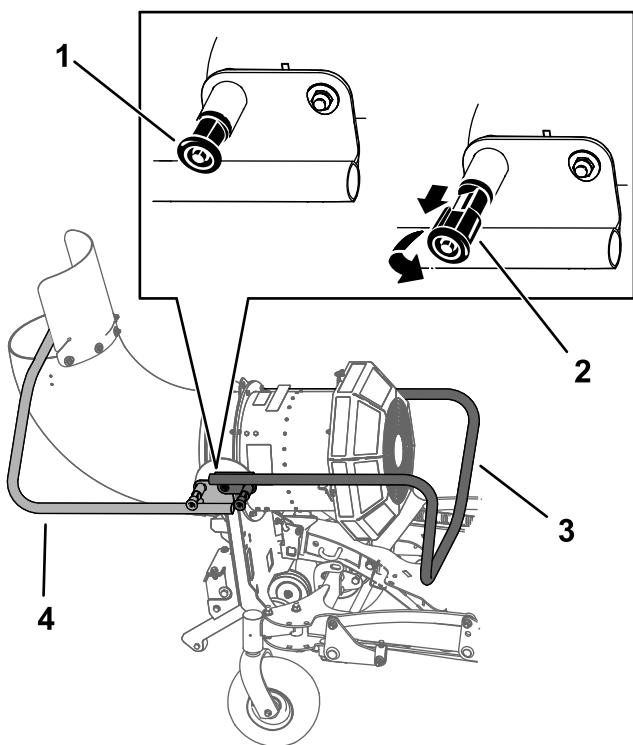

**Figure 20**
1. Levez la souffleuse jusqu'à ce qu'elle s'enclenche sur le dispositif d'attelage (Figure 19 et Figure 20).
2. Fixez-la sur le dispositif d'attelage avec la goupille d'attelage et la goupille fendue attachées au dispositif (Figure 20).